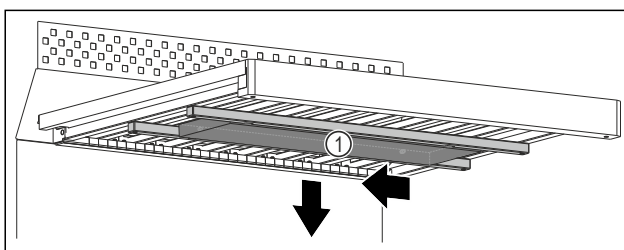

Fig. 124
- ▶ Wasserbox Fig. 124 (1) nach links schieben.
- ▶ Wasserbox Fig. 124 (1) nach unten entnehmen.